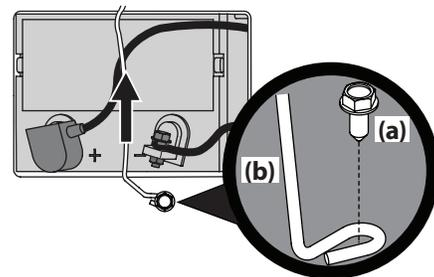

Figure 4-9
1. Retirez le boulon hexagonal (a) qui fixe la tige de retenue de la batterie (b) au châssis. Faites pivoter la tige de retenue de la batterie (b) vers le haut et retirez la batterie. Voir Figure 4-9.